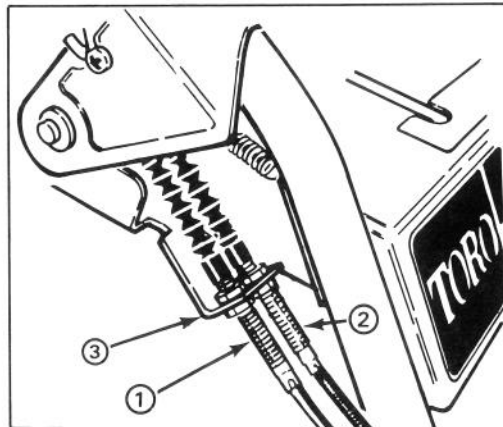

Figure 22
### RÉGLAGE DE LA COURROIE D'ENTRAÎNEMENT DE TARIÈRE/ROUE HÉLICE (fig. 22 et 23)
3. Desserrez le contre-écrou supérieur fixant le câble de la tarière/roue hélice au support de fixation (fig. 22).
### RÉGLAGE DE LA COURROIE D'ENTRAÎNEMENT DE TRACTION (fig. 22)
8. Desserrez les contre-écrous qui tiennent le câble de commande (correspondant à la courroie à remplacer) au support (fig. 22). Le câble